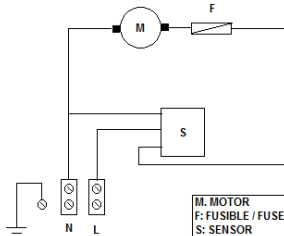

FIG 0:
- Avant d'effectuer l'installation, vérifier si l'emplacement choisi se trouve bien à la distance de sécurité exigée par la réglementation CEI (Fig 0.). De cette façon, pour la version avec capteur, on pourra éviter les reflexes qui peuvent produire l'activation involontaire du sèche-mains et un bonne aération de l'appareil est conseillé.